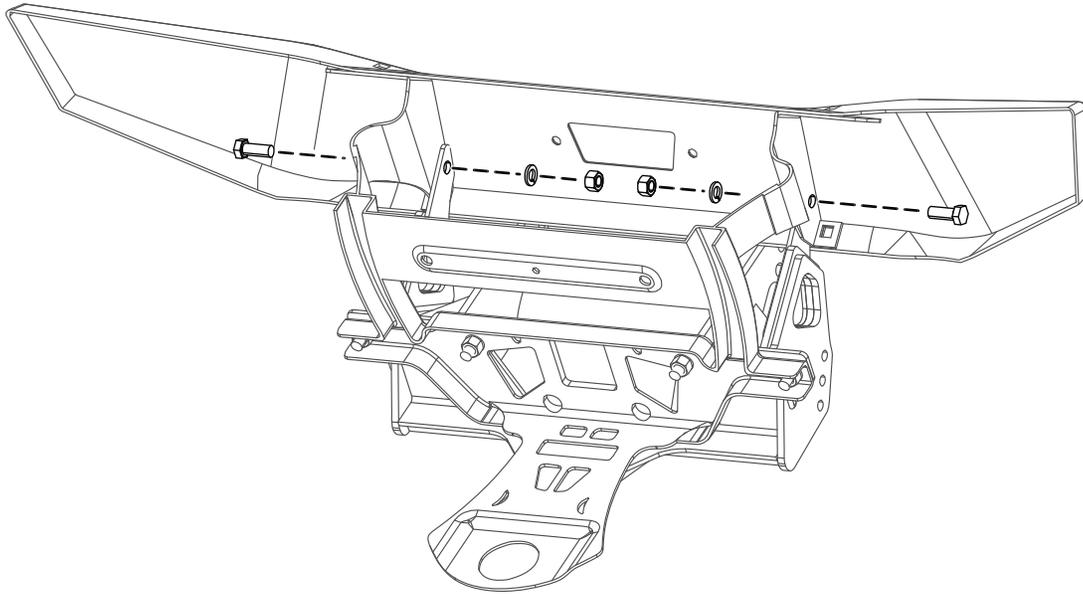

**Figure 1**
3. Fixez légèrement le haut de la plaque de protection du châssis porteur au cadre du véhicule à l'aide de 4 boulons (M12 x 1¼ po), 4 rondelles de blocage et 4 écrous (Figure 1).